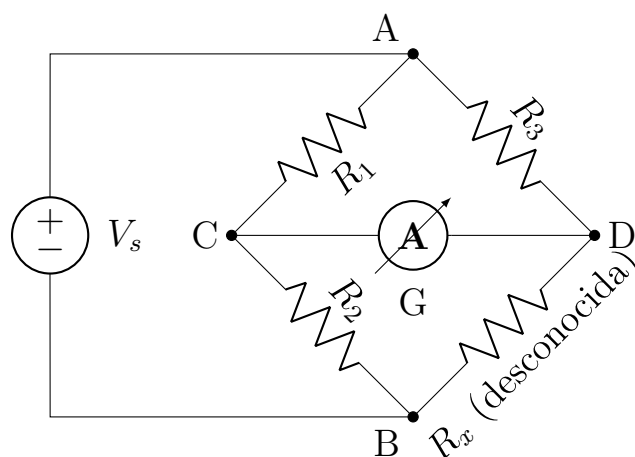

Figura 6: Diagrama de un Puente de Wheatstone.
3.2.2 PUENTE DE RESISTENCIAS El puente de resistencia o puente Wheatstone, se utiliza para determinar el valor de un resistor desconocido por comparación con tres resistores cuyas resistencias se pueden modificar. El circuito de este puente, mostrado en la figura 6, básicamente consta de f.e.m, tres resistores de precisión [R_1 , R_2 y R_3], un detector V sensible a pequeñas diferencias de potencial y el resistor R_x cuyo valor de resistencia se va a determinar.
- Arme el circuito mostrado en la figura 6.